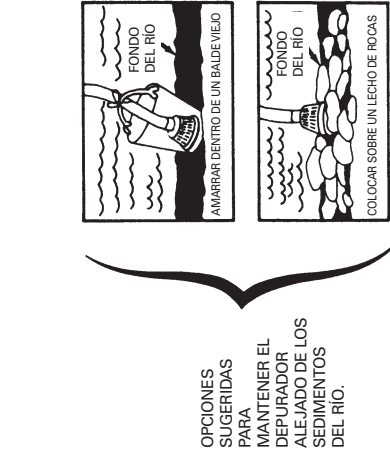

FIGURA 3
- (a) Prepare un lecho de rocas sobre las cuales poner el depurador (observe la figura 3).
- (c) Amarre el depurador dentro de un balde o canasta (observe la figura 3).